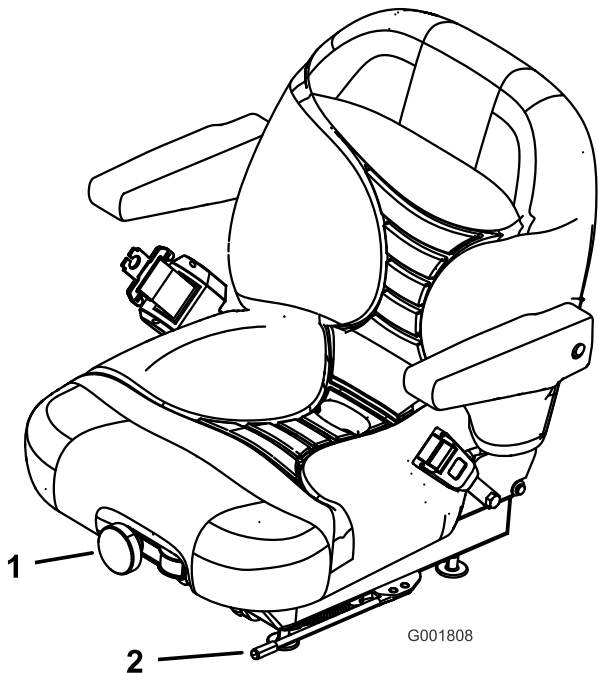

Figure 29
1. Poussez le levier de réglage sur le côté pour débloquer et régler le siège (Figure 29).
Pour ce faire, tournez le bouton avant dans un sens ou dans l'autre pour obtenir la position la plus confortable (Figure 29).